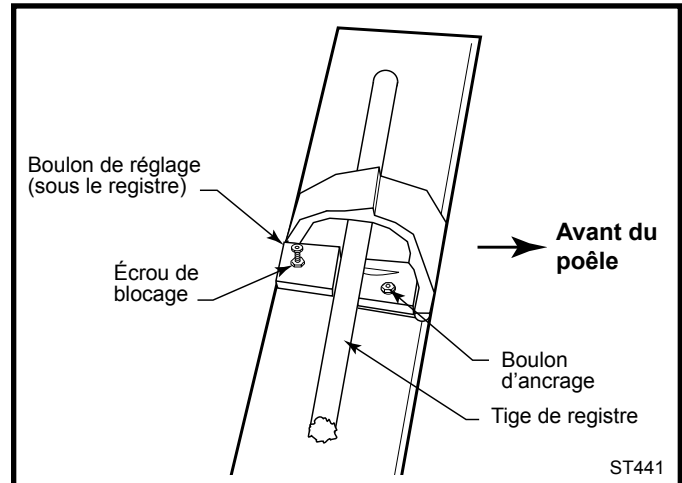

Fig. 33 Ajustement du registre.
1. Depuis l'intérieur du poêle, desserrez d'abord les deux écrous (2) des tiges filetées maintenant la plaque supérieure à la paroi interne supérieure du poêle, puis retirez les écrous.
3. Desserrez l'écrou de blocage du boulon de réglage. (Fig. 33)